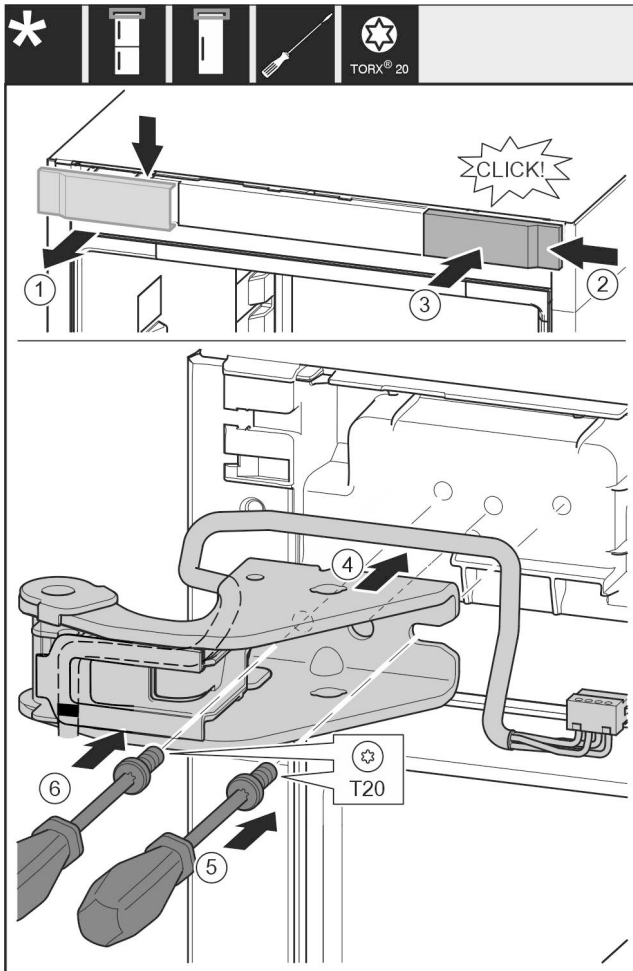

Fig. 33
- ▶ Vegye ki felülről a fedelet Fig. 33 (1) előrefelé.
- ▶ Akassza be a fedelet Fig. 33 (2) 180°-kal elfordítva a másik oldalra jobb felől.
- ▶ Pattintsa be a fedelet Fig. 33 (3).
- ▶ Helyezze fel a felső csapágybakot Fig. 33 (4).
- ▶ Helyezze fel és húzza meg a csavart Fig. 33 (5) csavarhúzóval.
- ▶ Helyezze fel és húzza meg a csavart Fig. 33 (6) csavarhúzóval.